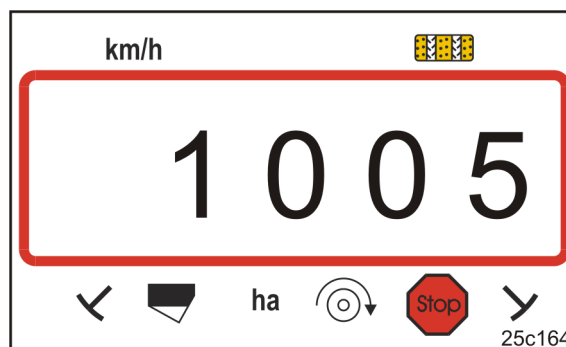

Fig. 20
- No ecrã (Fig. 20) aparece o valor de calibração (por exemplo, 1005 imp./100 m).